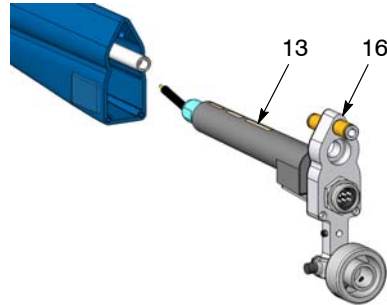

Bild 30 Demontering av multiplikator ur pistolhuset
2. Se bild 30. Drag ut kylflänsen (16) tillsammans med multiplikatorn (13) ur pistolhuset.